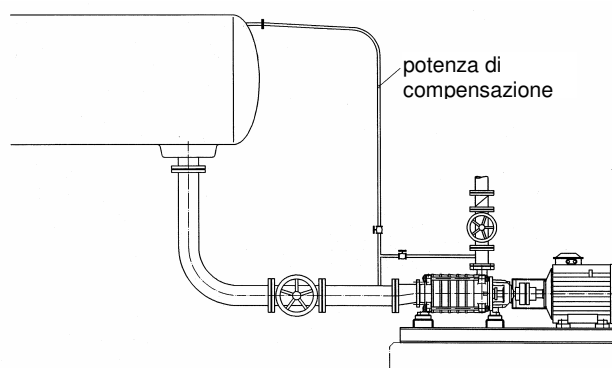

Figura 3
- Una linea chiudibile aggiuntiva (Figura 3) - linea di compensazione raccordo di mandata pompa - facilita lo svuotamento della pompa prima dell'avviamento.